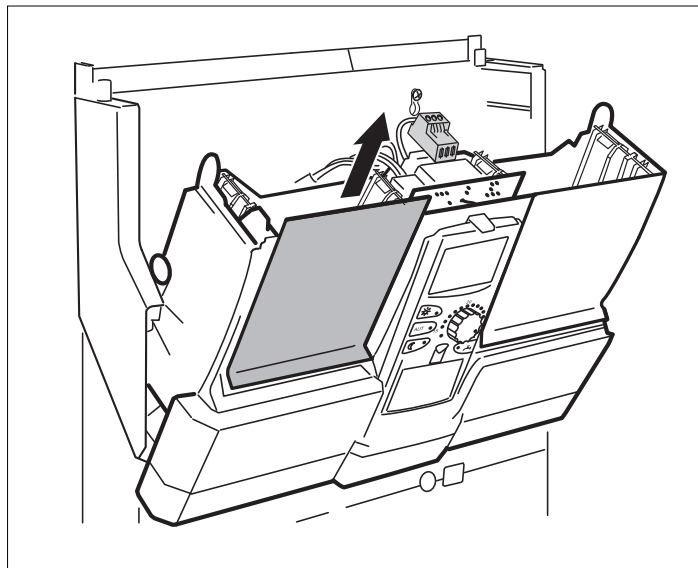

Рис. 5 Удаление заглушки
- Удалите заглушку из разъема 1 (→ Рис. 5) в системе управления.